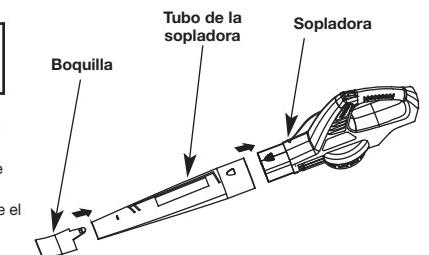

Fig. 1
- Alinee el extremo más ancho del tubo con la abertura que está en el frente de la sopladora (Fig. 1).